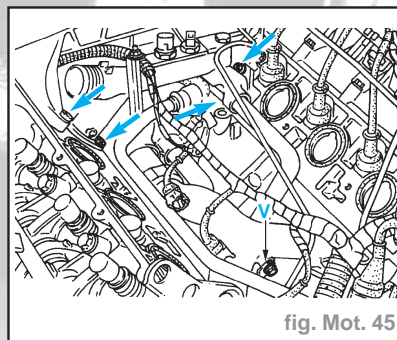

fig. Mot. 45
- Déposer : (fig. Mot. 45)
- La vis (V) de fixation de la durit rigide.